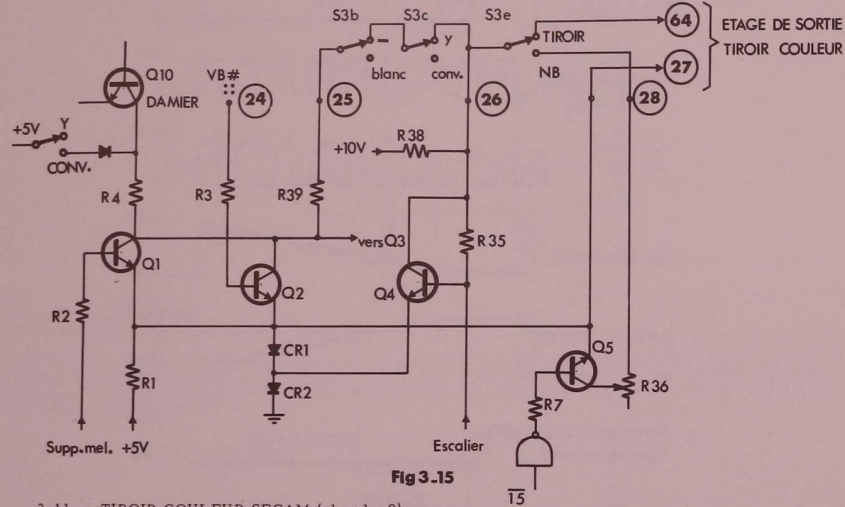

Fig 3.15
3.10.8. - FORMATION DE "Y" (planche 8 - fig. 3.15)
en noir et blanc et en couleur, par contre le circuit d'établissement de la troisième séquence : barres de couleurs, ou définition, est différent, selon que l'on est en noir et blanc, ou couleur, fig. 3.15. En noir et blanc, ce dernier circuit est équipé du transistor Q5. Ce transistor, si la touche NB/Tiroir est sur NB, a son collecteur alimenté en +10 V à travers R38, R36 et un contact de S3e. Il se comporte en interrupteur commandé par I5. Ce signal de porte, fig. 3.15, correspond à la durée de la troisième séquence "définition". Lorsque I5, après inversion par la porte Z2d est au niveau haut, Q5 conduit. Le niveau qui s'établit sur son collecteur réglé par R36 permet de transmettre à un niveau correct le signal "définition" à la base de l'amplificateur final Q3. Lorsque I5 est au niveau bas, Q5 est bloqué.